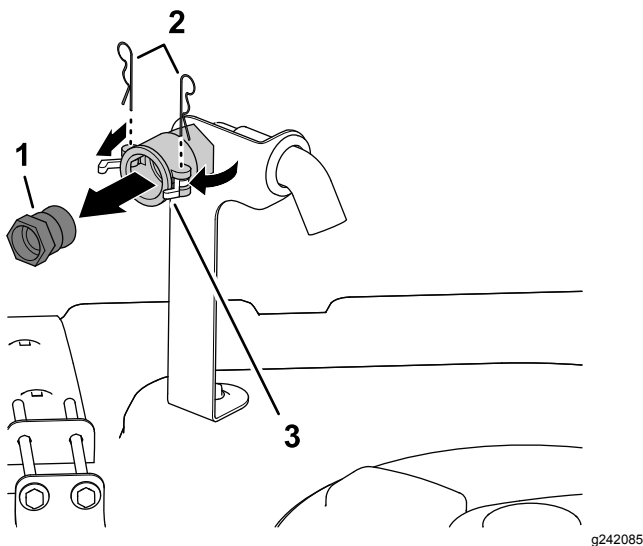

Bild 3
1. Entfernen Sie vorne an der rechten Seite der Behälterabdeckung die zwei Splinte, mit denen die Riegel für die Schnelltrennkupplung für den Rücklauffüllanschluss befestigt sind (Bild 3).
2. Drehen Sie die Riegel in die geöffnete Stellung, um das Schnelltrenanschlussstück von der Schnelltrennkupplung zu entsperren (Bild 3).
3. Nehmen Sie das Schnelltrenanschlussstück von der Schnelltrennkupplung ab (Bild 3).
4. Schließen Sie die Riegel und setzen Sie die Splinte in die Flansche der Schnelltrennkupplung ein (Bild 3).